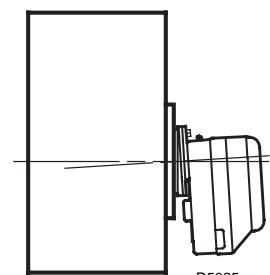

Fig. 5
- ◆ Kontroller at brenneren er litt hellet etter installasjon er utført, som vist på fig. 5.